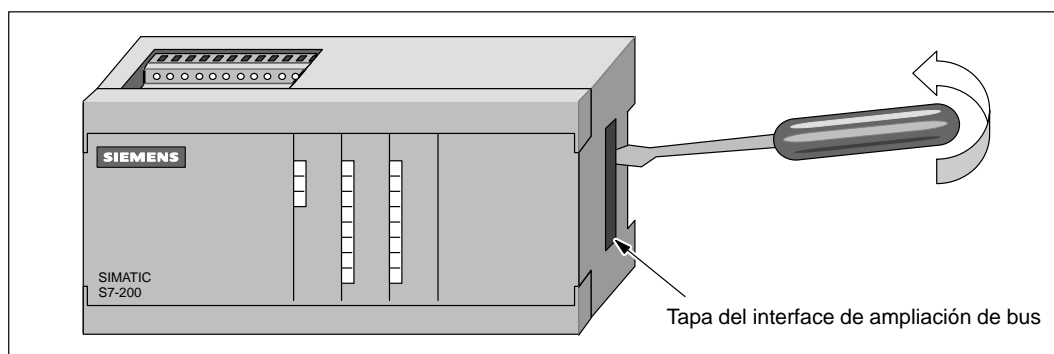

Figura 2-9 Retirar la tapa del interface de ampliación de bus de un módulo S7-200
1. Retire la tapa del interface de ampliación de bus de la carcasa del módulo existente. A tal efecto, inserte un destornillador entre la tapa y la carcasa, haciendo palanca con suavidad. Retire todos los restos de plástico y tenga cuidado de no deteriorar el módulo. La figura 2-9 muestra la utilización apropiada del destornillador.